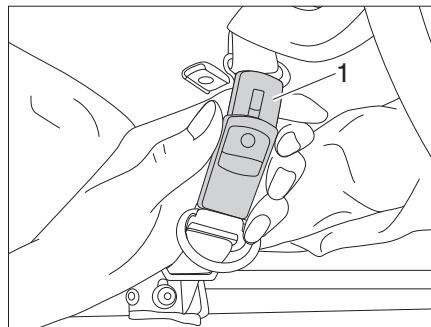

Figure 9 Ouvrir la sangle de sécurité
- Ouvrir les sangles de sécurité (Figure 9,1).